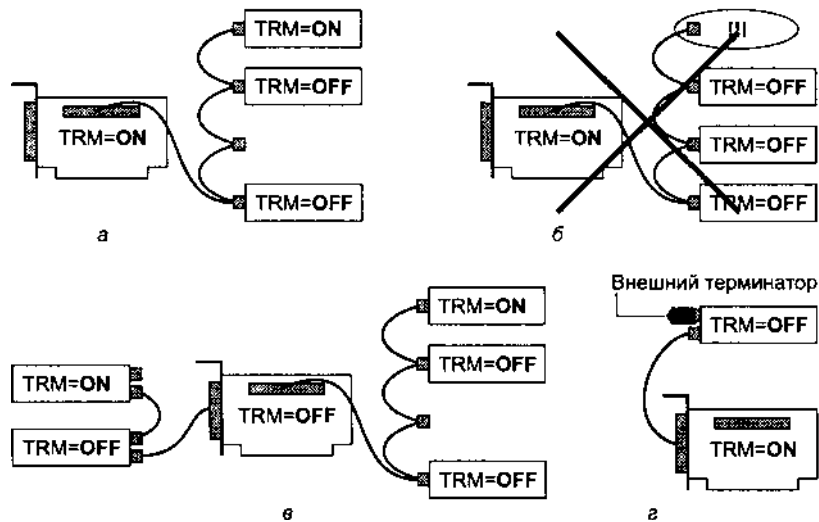

Рис. 20.9. Подключение устройств к карте контроллера SCSI: а, в, г — правильно; б — неправильно
Рассмотрим различные конфигурации подключения устройств к контроллеру SCSI (рис. 20.9). Контроллер может быть расположен на карте расширения, устанавливаемой в слот PCI или ISA, или же встроен в системную плату. Устройства, подключаемые к нему, могут быть как внутренними (разного рода дисковые и ленточные устройства), так и внешними (те же, а также сканеры и другие периферийные устройства). Терминаторы расставляются, исходя из конкретных условий.
- ◆ концы кабельного шлейфа не должны висеть в воздухе (как на рис. 20.9, б)
- ◆ на устройствах, подключенных к концам шлейфа, должны быть включены внутренние терминаторы (на рисунке обозначено как TRM = ON) или же установлен внешний терминатор (рис. 20.9, г);
Если контроллер SCSI смонтирован на дополнительной интерфейсной карте, то разъем, к которому подключаются внешние устройства, располагается довольно близко к внутреннему, так что длинной линии между ними нет. В этом случае терминатор внешнего разъема хлопот не доставляет: когда используется только внутреннее (рис. 20.9, а) или только внешнее (рис. 20.9, г) подключение, терминатор на контроллере *включают*. Когда используется и внешнее, и внутреннее подключение (рис. 20.9, в), терминатор на контроллере *отключают*.